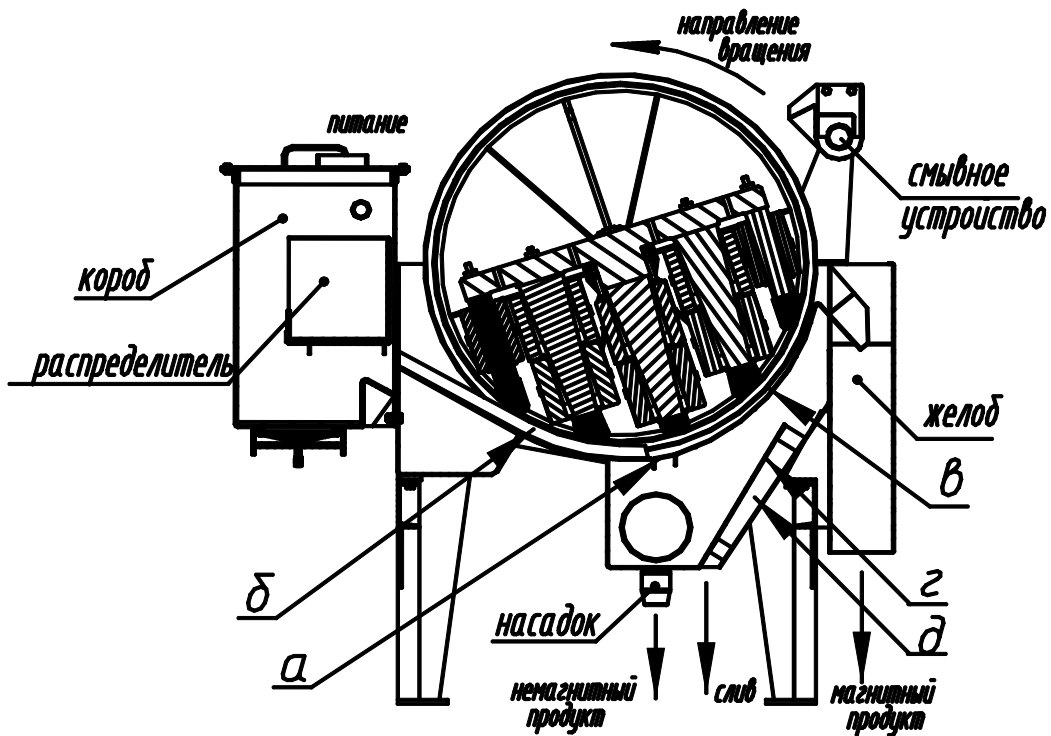

Рис.5. Сепаратор ЭБМ-90/60
**5.1.6.** На ванне укреплен короб, через который осуществляется загрузка ванны пульпой. Внутри короба установлен распределитель, обеспечивающий равномерную подачу пульпы по ширине ванны (см.рис.5)